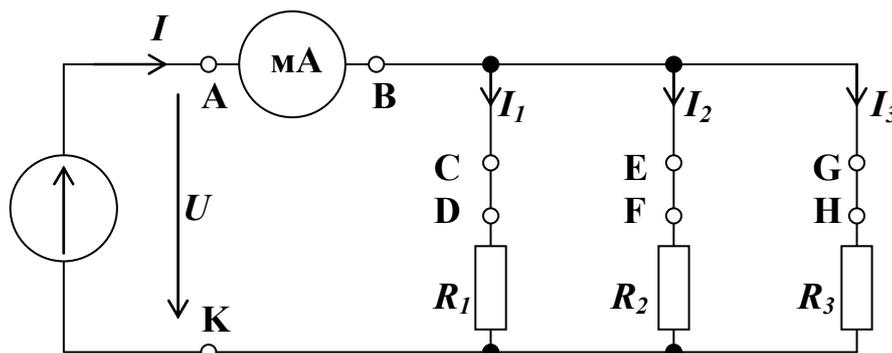

Рис. 2.7
- Соберите цепь согласно схеме (рис. 2.7), вставив перемычки между точками А-В, С-D, Е-F, G-Н. Установите постоянное питающее напряжение U на зажимах источника питания.